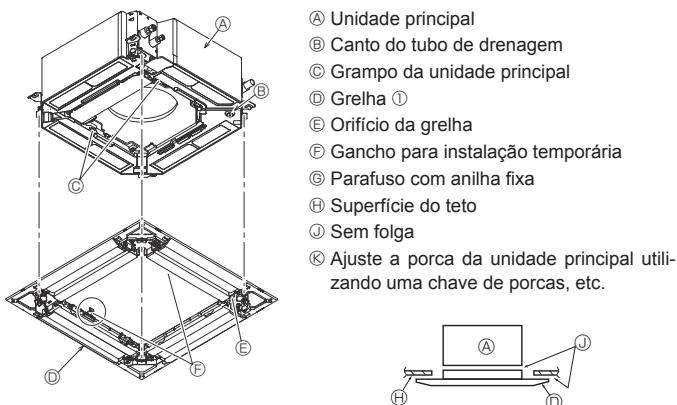

Fig. 9-6
9.4.2. Instalação temporária da grelha (Fig. 9-6)
- Para fixar a grelha na unidade principal, aperte os parafusos pré-instalados. (Fig. 9-6)
Certifique-se de que não existem folgas entre a unidade principal e a grelha nem entre a grelha e a superfície do teto. (Fig. 9-6)